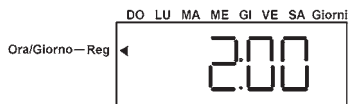

fig.15
2. Con i tasti **↓↑** scegliere l'ora desiderata per la rigenerazione (fig. 15)